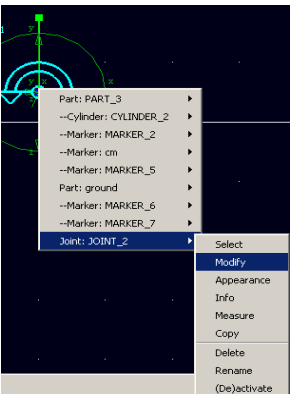

图 5-1 旋转副属性修改命令
5.2 对小齿轮的进行运动分析。因为大齿轮的齿数为 $z_1 = 50$,小齿轮的齿数 $z_2 = 25$,模数 $m = 4mm$,因此根据机械原理可以知道,对于标准外啮合渐开线直齿圆柱体齿轮传动,小齿轮的转速为大齿轮的 2 倍。对小齿轮的旋转副 JOINT_2 进行角位置分析。在 ADAMS/View 工作窗口中用鼠标右键点击小齿轮的旋转副 JOINT_2, 选择 Modify 命令, 如图 5-1 所示, 在弹出的修改对话框中